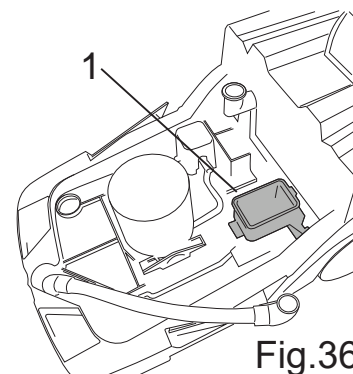

Fig.36
- Pulire l'interno della valvola parzializzatrice (Fig.36-Rif.1) eliminando eventuali incrostazioni e risciacquare con acqua, pulire con un panno morbido le guarnizioni del coperchio.